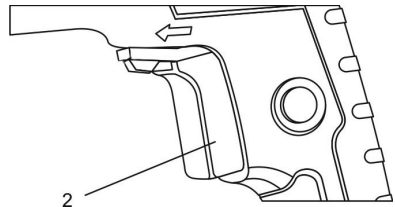

Figure 2
Cette perceuse est équipée d'une gâchette à vitesse variable. 1. Pour démarrer la perceuse, comprimer doucement la gâchette (2) (figure 2).